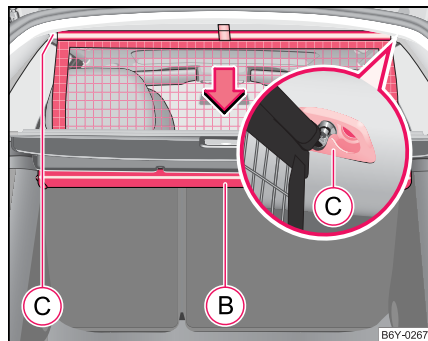

Abb. 58 Netztrennwand einrollen
- Ziehen Sie die Querstange erst auf der einen, dann auf der anderen Seite etwas nach hinten und nehmen die Querstange aus den Aufnahmen **(C)** ⇒ Seite 74, Abb. 58.